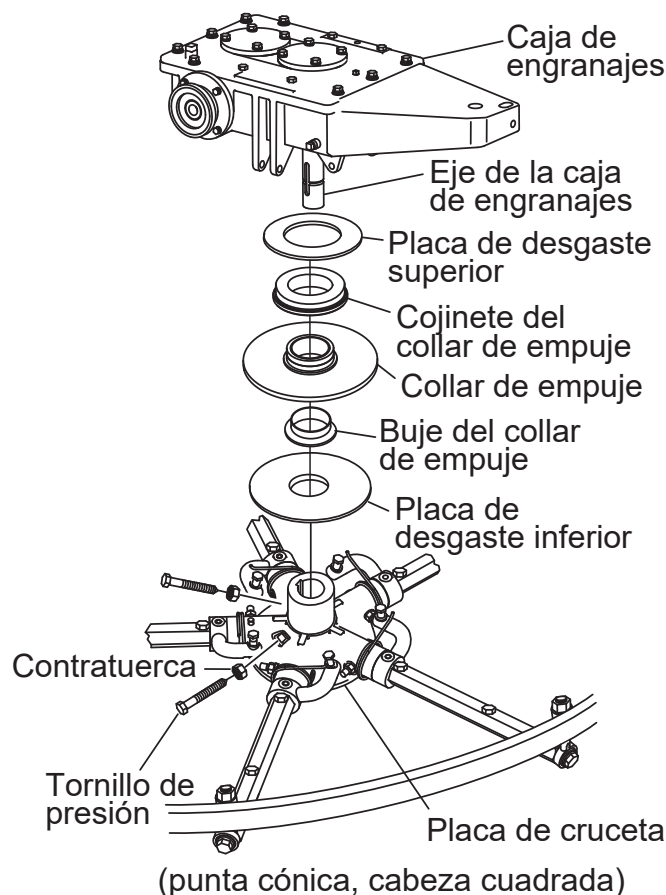

Figura 41. Retirada de la cruceta
1. Localice los tornillos de presión de cabeza cuadrada y punta cónica (2) y las contratuercas sujetas (2) en el lado del conjunto de cruceta. Vea la Figura 41.